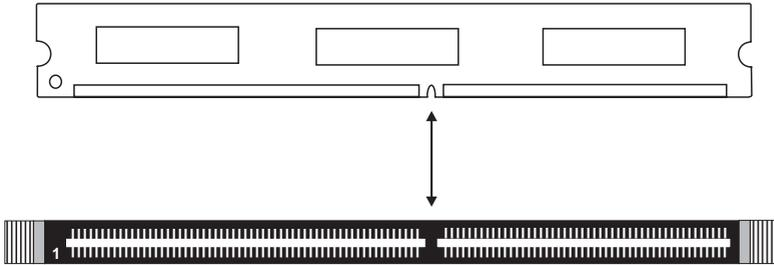

Bild 1
1. Öffnen Sie vor dem Einsetzen des Modules die Verriegelung an der Speicherbank öffnen.(Siehe Verriegelung in Bild 2). Achten Sie auf die Lage der Kerben im Kontaktdamm des Speichermodules und der entsprechenden Kodierung in der Speicherbank achten. (Siehe Bild 1)